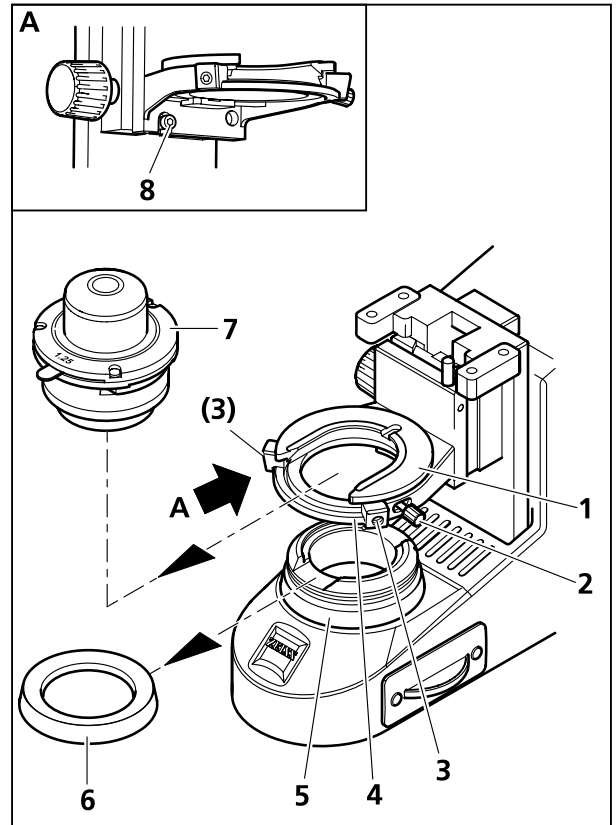
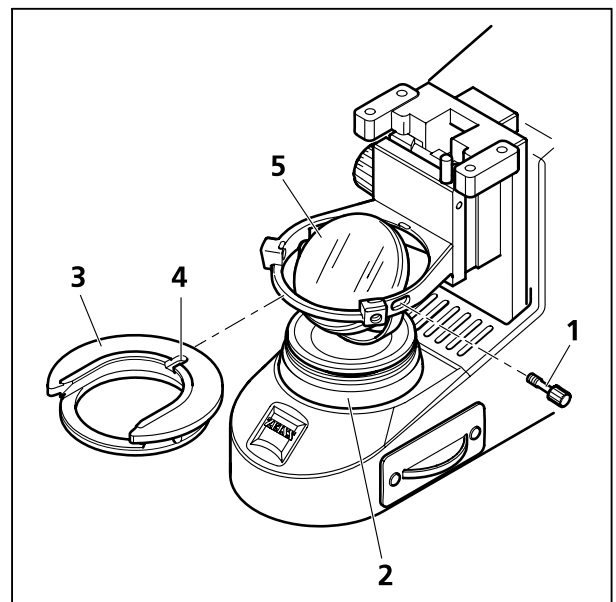
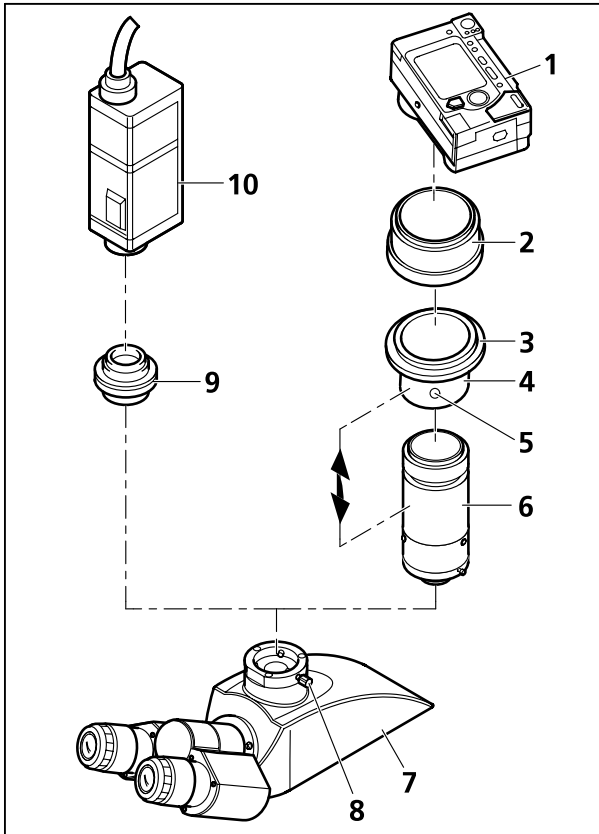

图 30 拆卸和安装聚光器
图 31 装卸反光镜
图 32 安装照相机
- 把盖罩(图 30/6)从视场光栏(图 30/5)上旋拧下来。
- 松开聚光器的固定螺钉(图 30/8)，并通过高度调节滚花螺丝，使聚光器托架下降至最低位置。
- 用内六角扳手松开聚光镜的固定螺钉(图 30/2)与聚光器托架(图 30/4)的调节螺丝(图 30/3)，致使聚光器(图 30/7)可被向前抽出。然后取出聚光器(图 30/7)。
- 把固定螺丝(图 30/2 或图 31/1)从聚光镜托架嵌件(图 30/1 或图 31/3)拧出来。
- 将聚光镜托架嵌件向后抵顶弹簧，并斜向上从聚光镜托架中(图 30/4)取出。
- 把反方光镜(图 31/5)从上通过聚光镜托架口插入到视场光栏的保护套内缘孔(图 31/2)。注意反光镜要水平放置。
- 根据需要先安装显像管 (图 32/7) (请参见章节 3.5.1)。
- 松开固定钉 (图 32/8), 把防尘盖从显像管上取下。
- 滑动安装座(图 32/4), 螺纹接筒圈 M37/52 (图 32/3) 及透镜安装座(图 32/6)在交货时, 已经安装好作为**数码相机接筒 P95 M37/52x0.75**。右图表示其拆开后的零部件。另外, 如果将滑动安装座 (图 32/4)上的螺纹接筒圈 M37/52 (图 32/3)旋拧下来(此处未图示), 也可以安装 M37 相机。
- 将接筒圈 (图 32/2) (属于相机标准配置) 装在相机 (图 32/1) 上(请见相机使用说明书)。
- 将包含滑动安装座 (图 32/4), 螺纹接筒圈 M37/52 (图 32/3) 和透镜安装座 (图 30/6)的组件, 旋入接筒圈 (图 32/2)。
- 将相机适配器插入显像管直至止挡位置, 调整定位并用固定螺钉 (图 32/8) 固紧。
- 根据显微镜配置和所用照相机的不同, 照相机物镜和透镜安装座 (图 32/6) 之间的距离可能需要设置到最佳状态 (请参看双箭头)。特别是在照相机物镜的任何变焦位置上都不能获得清晰图像时, 更需要设置合适距离。请在照相机上做如下设置:
- 拧松无头螺丝(图 32/5)。
- 将照相机透镜从广角状态 (W) 变焦为长焦距状态 (T) 。
- 再拧紧无头螺丝(图 32/5)。
可通过照相机适配器 P95-C 2/3" 0.65x 或 P95-C 1/2" 0.5x(图 32/9)，将带有标准 C 形座螺纹孔的照相机连接到显微镜的显像管接头上。
- 将照相机(图 32/10)和相应的接筒(图 32/9)放到显微镜的照相接头上，并将其拧到底，经过定心后将固定螺丝(图 32/8)拧紧。